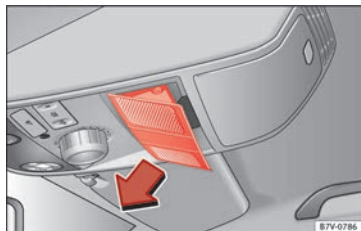

Abb. 201 Im Dachhimmel: Abdeckung entfernen.
- Abdeckung in Pfeilrichtung entfernen » **Abb. 201**.